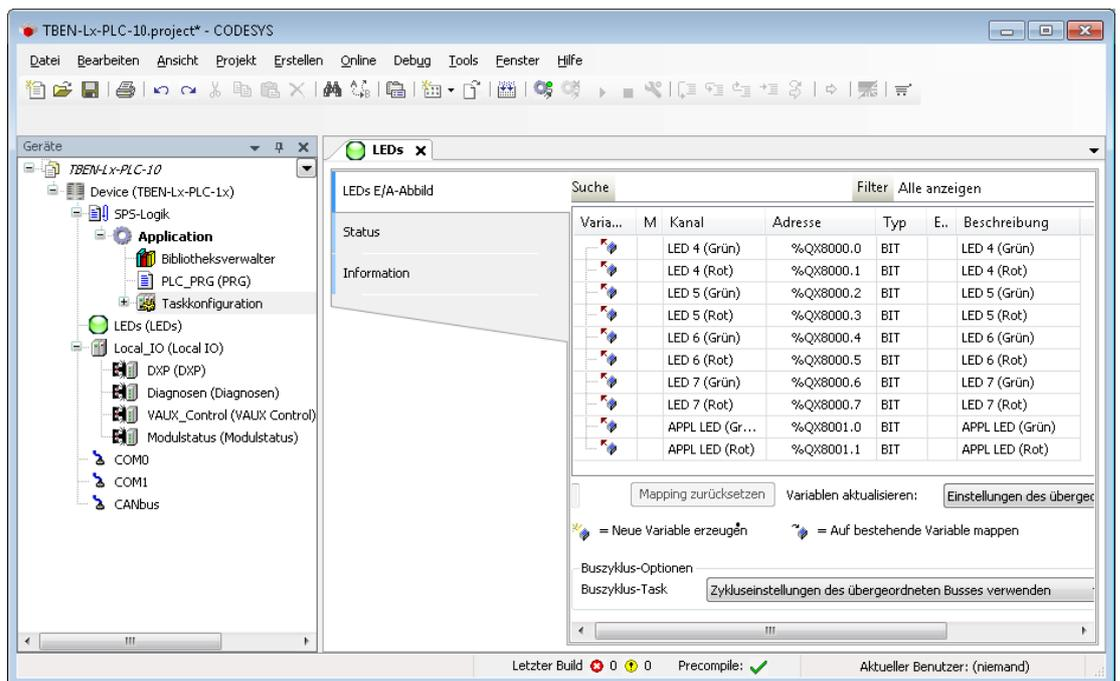

Abb. 3: CODESYS-Projekt
- Die LEDs belegen je 2 Bit in den Prozessausgangsdaten des Gerätes und sind automatisch auf die Ausgangsbits %QX8000.0 bis %QX8001.1 gemappt (siehe **Abb. 3: CODESYS-Projekt (Seite 4)**).